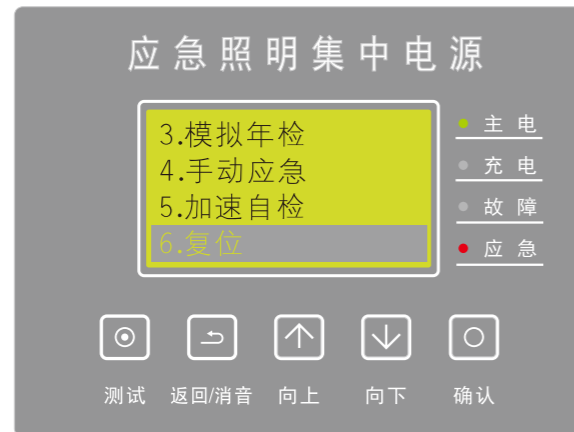

图16
a、按【向上/向下】选择【模拟市电停电】或【手动应急】选项，按【确认】键进入测试(如图15)，此时所接负载进入应急状态，在测试过程中可选择【复位】键(如图16)停止测试，系统即恢复至正常状态。
b、按【向上/向下】可选择【模拟月检】、【模拟年检】和【加速自检】选项，按【确认】键进入测试，系统即进入模拟月检35s、年检35min和加速自检(每隔3分钟应急35s完成1次自检功能(总共循环12次，在第12次自检时将会应急至电池放电完为止))，测试时间到后自动恢复至正常状态，或在模拟测试过程中可选择【复位】键(如图16)停止测试。
(12)、系统选项: 在主屏时, 按【确认】键进入菜单, 按【向上/向下】键选择【系统选项】(如图16), 按【确认】键进入。